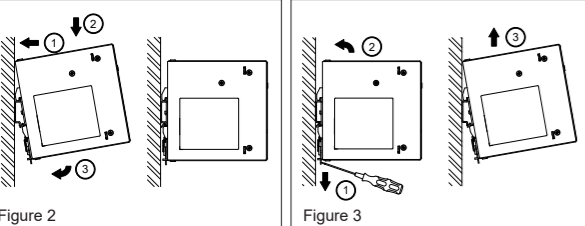

Figure 2 Figure 3
3. Mounting and dismounting (Fig. 2, Fig. 3)
- Tilt the unit slightly upwards and put it onto the DIN rail. Snap on the DIN rail as shown in Fig. 2.
3. Montage et démontage (Fig. 2, Fig. 3)
- Inclinez l'appareil légèrement vers le haut et placez le sur le rail DIN. Encliquetez le sur le rail DIN comme indiqué à la Fig. 2.